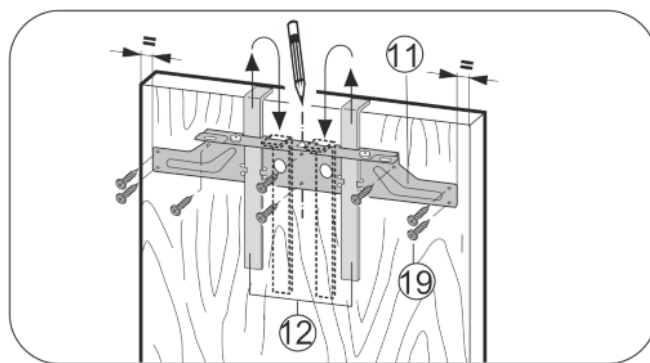

Fig. 26
- ▶ Objesite pričvrstnu poprečnu letvicu Fig. 26 (11) pomoću montažnih pomagala Fig. 26 (12) na unutarnju stranu vrata namještaja.
- ▶ Poravnajte pričvrstnu poprečnu letvicu Fig. 26 (11) u sredini na vratima.
- ▶ Pričvrstite pričvrstnu poprečnu letvicu Fig. 26 (11) s najmanje 6 vijaka Fig. 26 (19).
- ▶ Pričvrstite pričvrstnu poprečnu letvicu Fig. 26 (11) s najmanje 4 vijaka Fig. 26 (19) na rubu.
- ▶ Pomoćne kutnike Fig. 26 (12) izvucite prema gore, okrenite na suprotnu stranu i ugurajte u susjedne otvore.